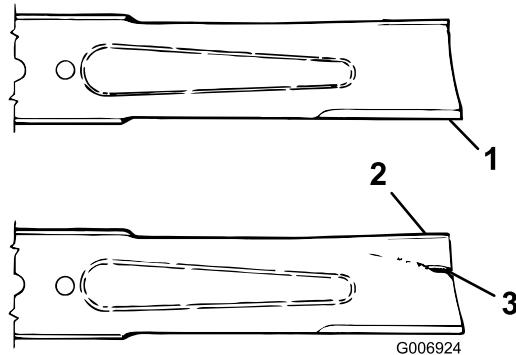

Figure 33
2. Examinez le tranchant des lames (Figure 33). Si elles ne sont pas tranchantes ou si elles présentent des indentations, déposez et affûtez les lames (voir Aiguisage des lames).
3. Inspectez les lames, surtout la partie incurvée (Figure 33). Remplacez immédiatement toute lame endommagée, usée ou qui présente une entaille (Figure 33).